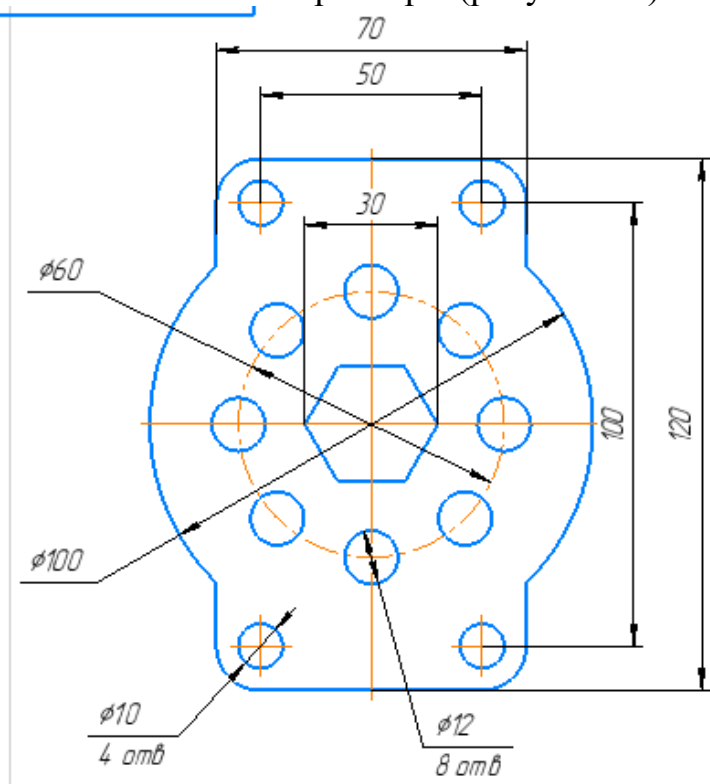

Рисунок 25.
19. Аналогично проставить размер на четыре отверстия (рисунок 25).
20. Проставить все оставшиеся размеры (рисунок 25).